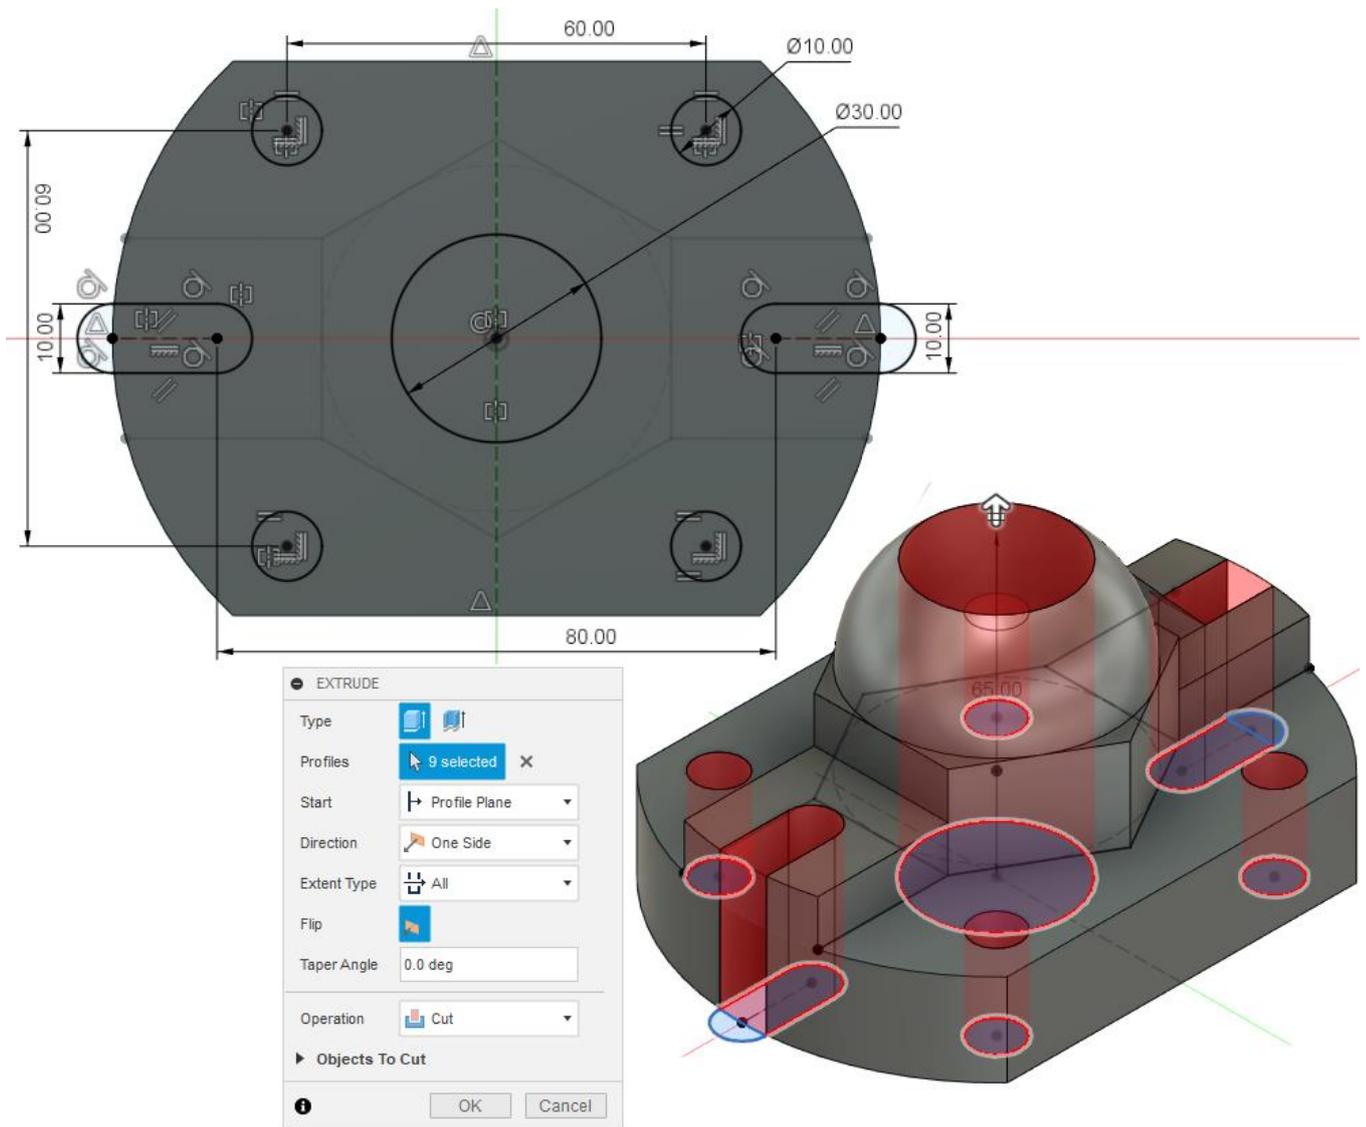

Рис. 4.10. Ескіз №5 та його вирізання
5. Центральний отвір діаметром 30 мм, 4 отвори діаметром 10 мм та прорізі знаходяться в одній площині та проходять через тіло всієї деталі. Тому на нижній грані деталі створюємо ескіз (рис. 4.10). За допомогою інструменту Extrude виріжимо всі контури ескізу наскрізь.